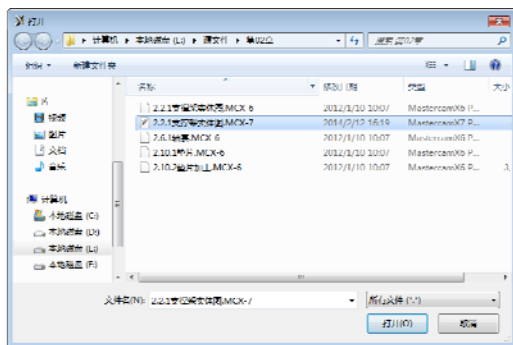

图 2-8 “打开” 对话框
- 02 在主菜单栏中选择“文件”|“合并文件”命令，系统弹出“打开”对话框，选择一个圆柱体图形文件，如图 2-8 所示，再单击对话框中的“打开”按钮。